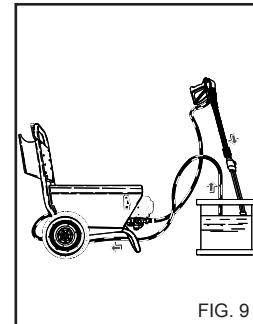

FIG. 9
1) Huuhtelee korkeapaineinen vesipiiri pesuaineen käytön jälkeen: käytä pumppua 1 minuutin ajan annosteluhana täysin suljettuna. (Fig. 9).
4) Huutele imupiiri puhdistusaineen käytön jälkeen. Sijoita puhdistusaineen imuputki (Fig. 9) puhdasta vettä sisältävään säiliöön, aseta suihkuputki puhdistusaineen syöttötavalle ja käytä pumpua 1 minuutin ajan.